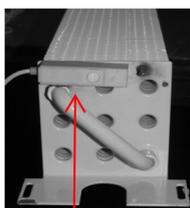

Abbildung 22:
- Kompaktkonvektor Basis Konvektor Typ 25/16 (auch für Typen 15/16, 25/21, 15/26, 25/10, 25/13, 25/21, 25/26): siehe Abbildung 22